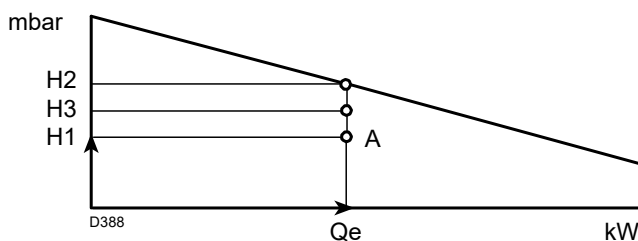

Fig. 5
- 4 Tracciare una verticale dal punto A)(Fig. 5), e trovare la massima pressione H2 del campo di lavoro.
Se H3 è maggiore di H1)(Fig. 5), il bruciatore può erogare la portata richiesta.